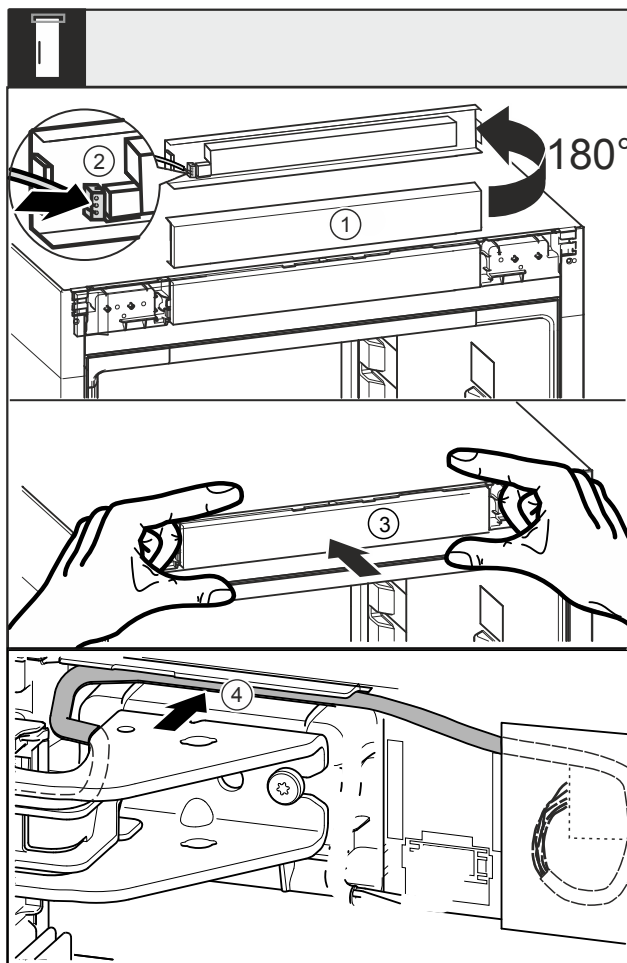

Fig. 47
- Tourner le cache Fig. 47 (1) de 180° vers le haut.
- Enclencher le connecteur Fig. 47 (2) sur le cache du panneau de commande.
- Enclencher à nouveau le cache Fig. 47 (3) sur l'appareil.
- Poser avec précaution le câble dans le guide Fig. 47 (4) au-dessus du support de palier supérieur.